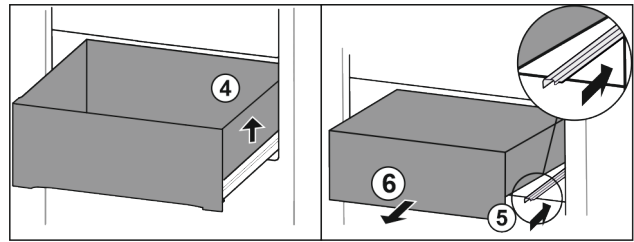

Fig. 20
- ▶ Повдигнете чекмеджето отляво. Fig. 20 (4)
- ▶ Вкарайте дясната релса. Fig. 20 (5)
- ▶ Извадете чекмеджето напред. Fig. 20 (6)